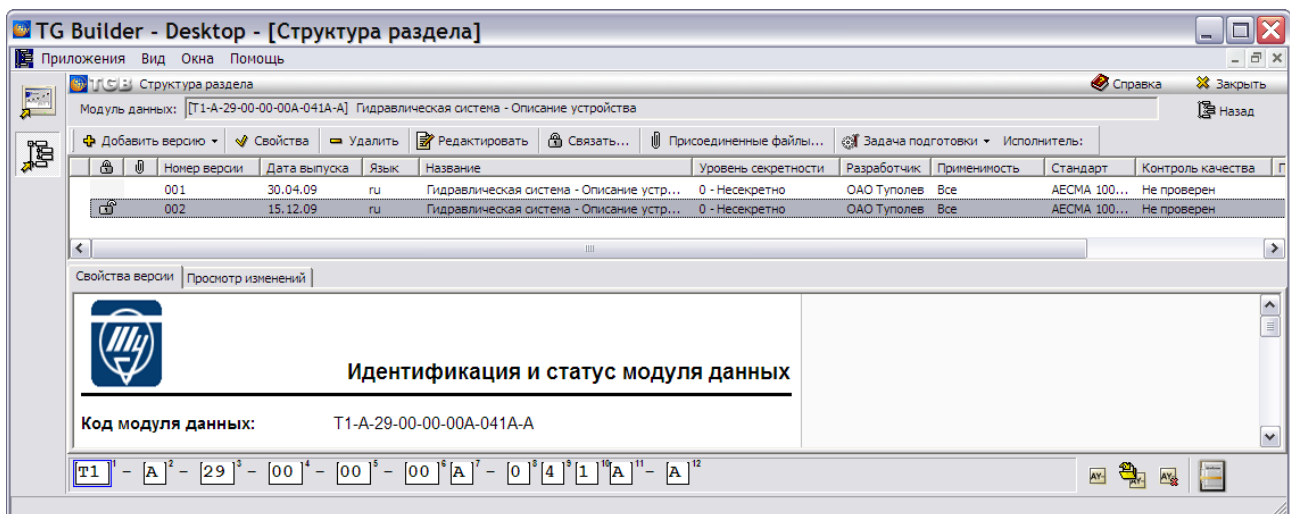

Рис. 23.19
5. Для связи версии модуля данных с выпуском выберите нужный выпуск и нажмите на кнопку **Применить**. После этого окно **Очереди поставок и выпуски** закрывается, и происходит возврат в окно редактора версий модуля данных (Рис. 23.19). Версия модуля данных, связанная с выпуском, отмечается соответствующим значком . Открытый замок означает, что версия МД находится в разработке.